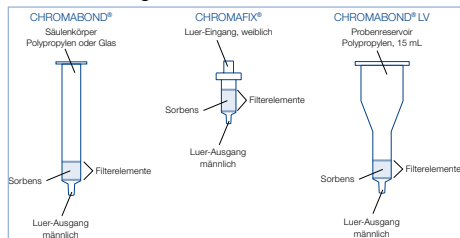

Abb. 2: Hardware-Optionen für CHROMABOND® und CHROMAFIX® Kartuschen
MACHEREY-NAGEL liefert solche Vakuumkammern in drei Ausführungen für max. 12, max. 16 oder max. 24 CHROMABOND® Säulen oder CHROMAFIX® Kartuschen (Abb. 2). Die Kammern bestehen aus einem rechteckigen Glasstrog (1) mit einem Deckel (2) aus Polypropylen zur Aufnahme der Säulen oder Kartuschen und einer Vakuumanzeige (Manometer) (3). Mit Hilfe des Regulierventils (4) kann das gewünschte Vakuum eingestellt und auf dem Manometer abgelesen werden. Mittels der auswechselbaren Durchflusshähne (5) an der Deckeloberseite können Sie – falls erforderlich – das Vakuum für jede Säule einzeln regeln.